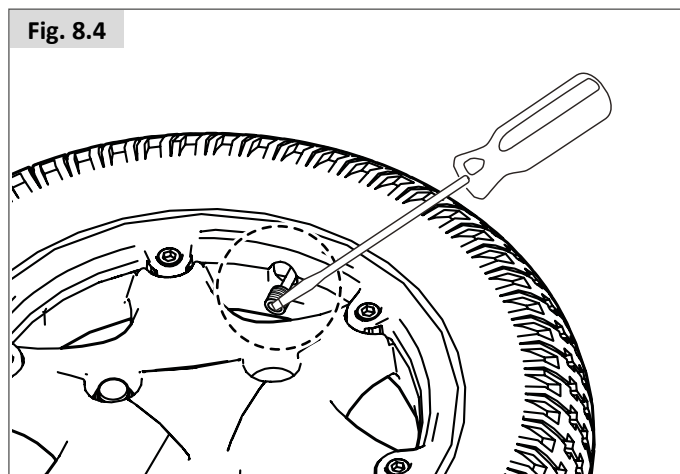

Fig. 8.4
- Retire el capuchón de la válvula y deje salir el aire de la cubierta presionando el vástago de la válvula con delicadeza con un destornillador pequeño (Fig. 8.4).